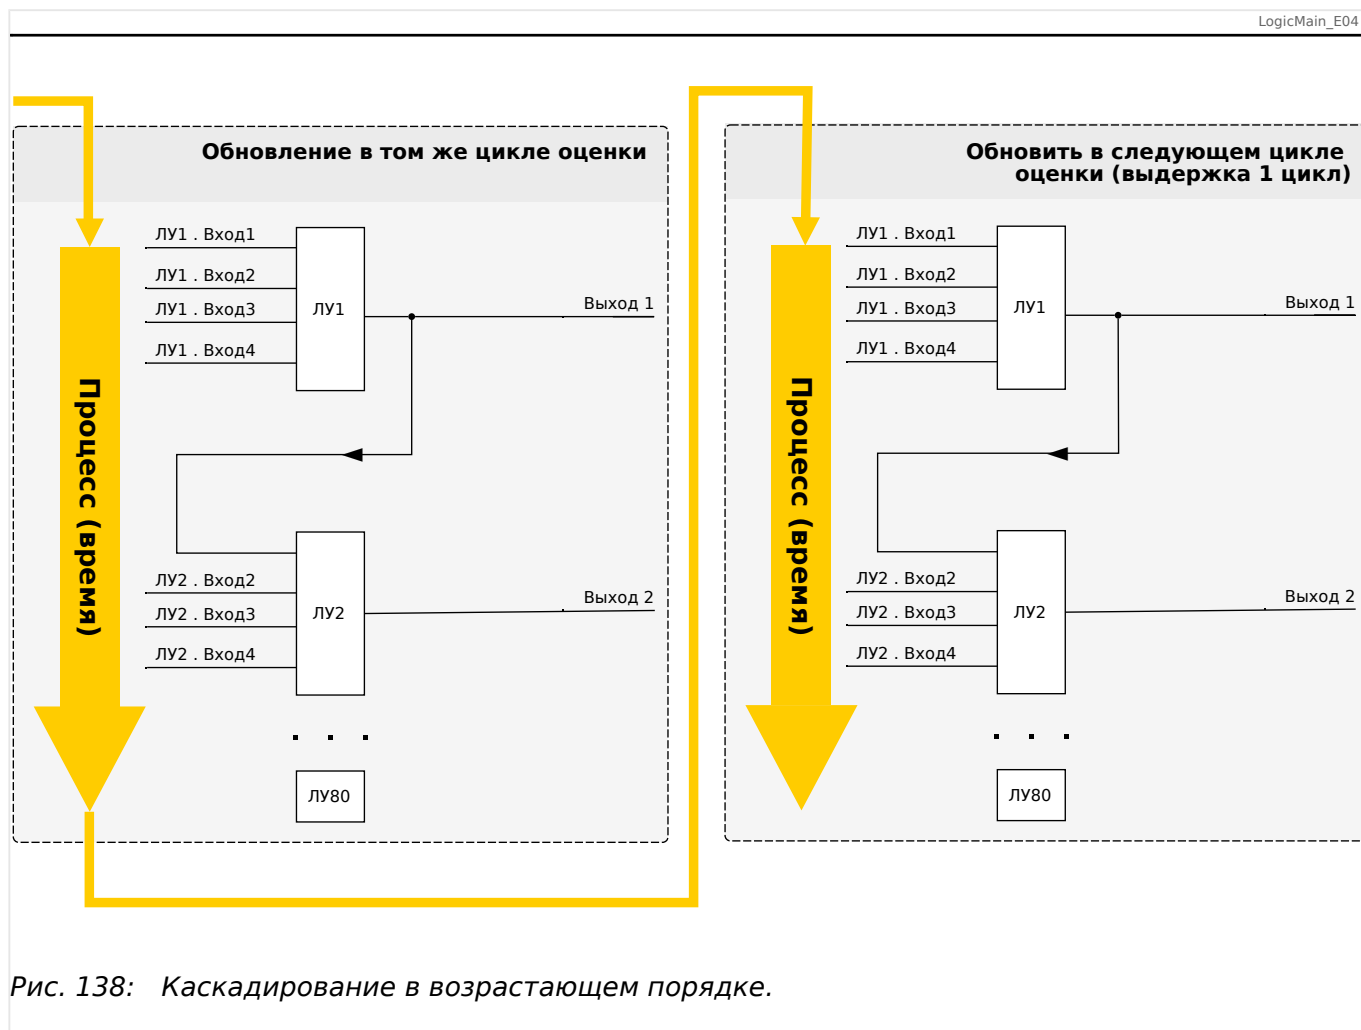
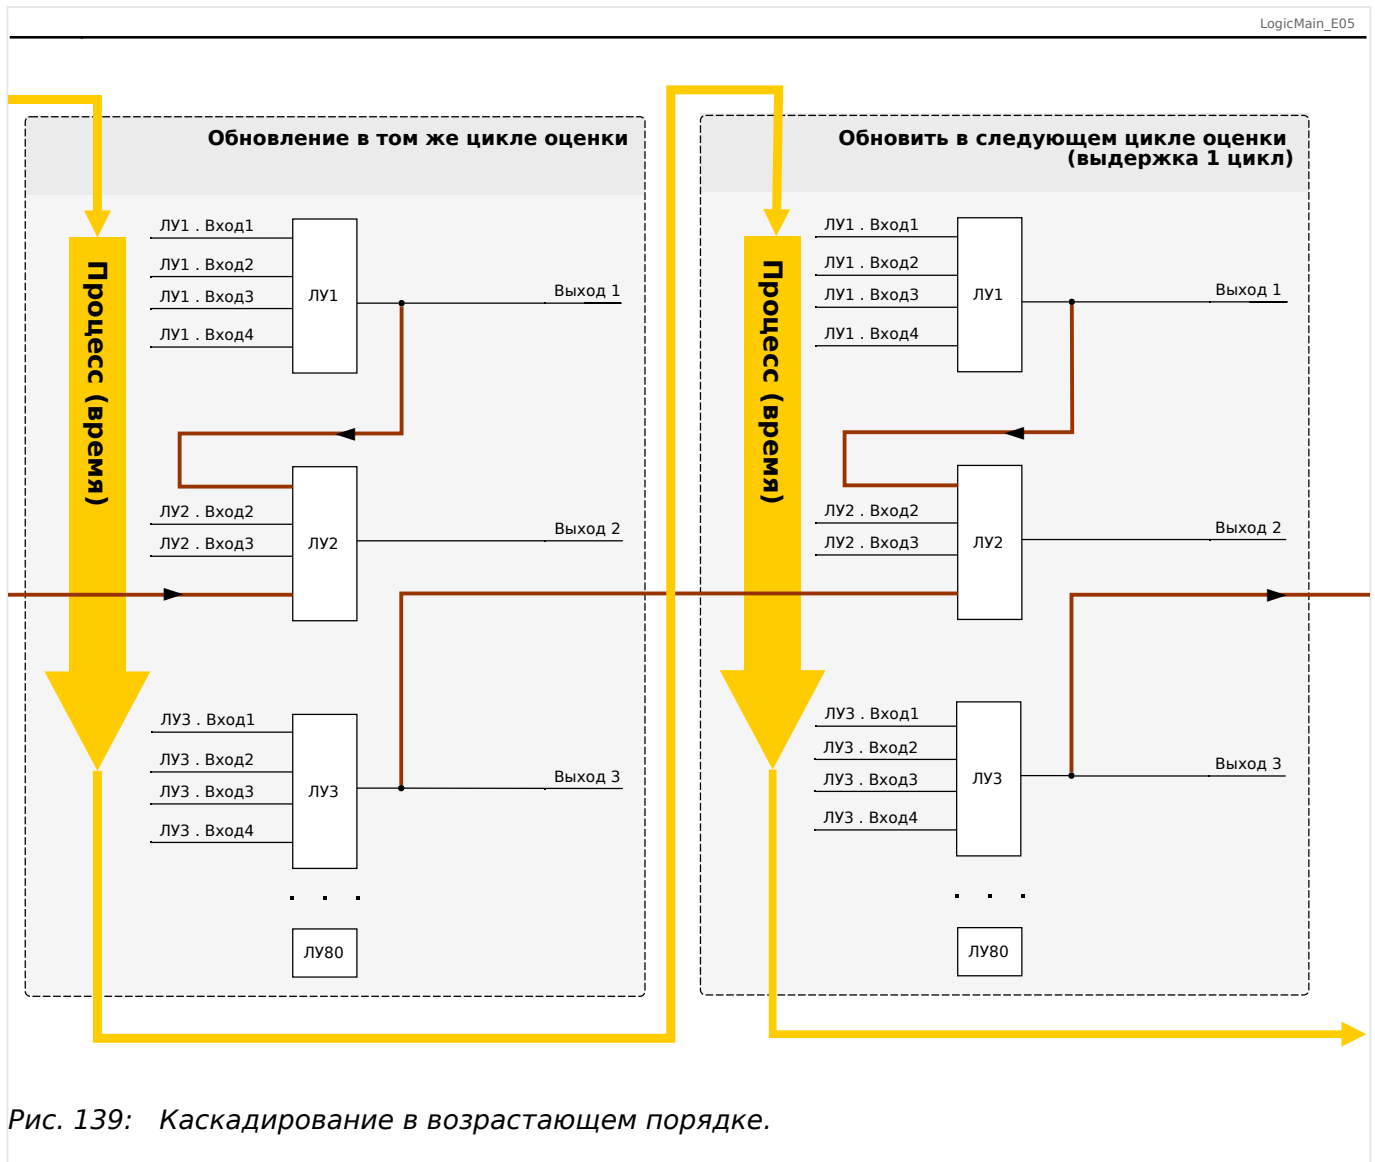

Рис. 138: Каскадирование в возрастающем порядке.
Рис. 139: Каскадирование в возрастающем порядке.
- **Возрастающий** порядок означает, что некий выходной сигнал поступает на вход одного из логических уравнений с **более высоким** номером. На приведенном ниже графике  **Рис. 138** приводится пример, когда результат логического уравнения ЛУ1 используется в качестве входного сигнала для логического уравнения ЛУ2.
- **Нисходящая** последовательность означает, что некий выходной сигнал поступает на вход одного из логических уравнений с **меньшим** номером. На графике  **Рис. 139** приводится пример, когда результат логического уравнения ЛУ3 используется в качестве входного сигнала для логического уравнения ЛУ2.
И возрастающий, и убывающий порядки можно не только использовать, но и комбинировать, при этом разница будет заметна не сразу. Однако, как показано в разделах  **Рис. 138** и  **Рис. 139** ниже, благодаря определению состояний всех уравнений в возрастающем порядке фактические рабочие значения, поступающие на вход любого из них, будут иной степени зрелости.
В представленном выше примере  Рис. 139 для «логического уравнения 2» используются состояния выходов двух других уравнений — «логического уравнения 1» и «логического уравнения 3». Результат «логического уравнения 1» используется в возрастающем порядке и, следовательно, определен в ходе того же рабочего цикла. Результат «логического уравнения 3» используется в убывающем порядке и, следовательно, определен в ходе предыдущего рабочего цикла.